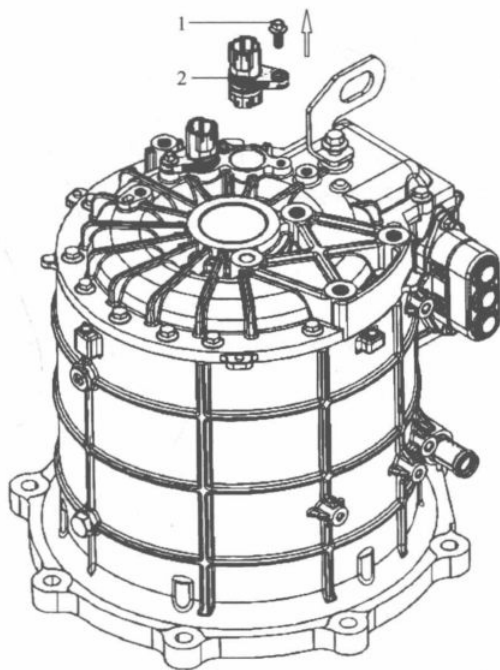
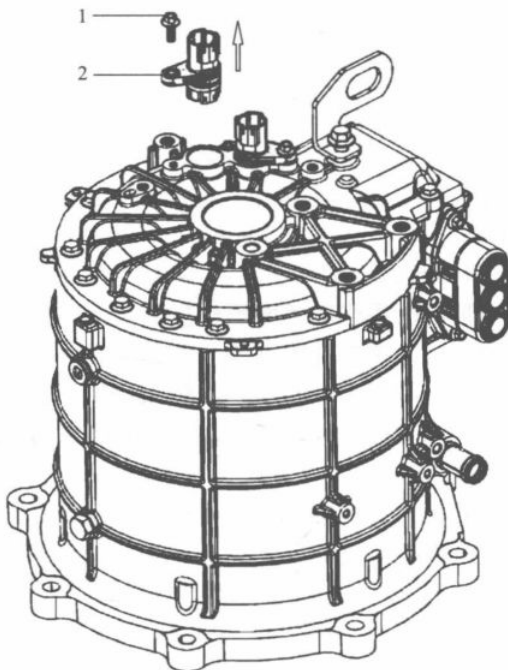

图 1-1-2
图 1-1-3
(2) 旋变接插件拆卸与维修
① 当旋变接插件处出现问题时,需要对旋变接插件进行拆卸维修。在拆分过程中,请注意保护好所有零部件,防止零部件被意外损坏(图 1-1-2)。
② 用扳手将 M6×10 六角头螺栓 1 拧下来。
③ 将旋变接插件 2 取出来,斜口钳将旋变接插件中间部分取下。
④ 取新的旋变接插件连上旋变引线端插件,在旋变接插件装配面涂上一层润滑油,箱体配合孔也涂上一层润滑油。再将旋变接插件插入后箱体配合孔内。最后将 M6×10 六角头螺栓 1 拧上,扭力为 $12\text{N}\cdot\text{m}$ 。
(3) 温控接插件拆卸与维修
① 当温控接插件处出现问题时,需要对温控接插件进行拆卸维修。在拆分过程中,请注意保护好所有零部件,防止零部件被意外损坏(图 1-1-3)。